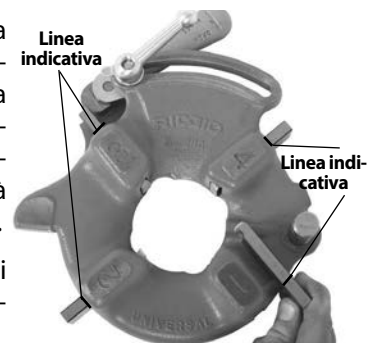

Figura 8 – Inserimento dei pettini
4. Sollevare la linguetta della rondella facendola fuoriuscire dalla fessura nella barra graduata. Spostare la rondella fino all'estremità della fessura (Figura 8).
6. Inserire gli opportuni pettini nella testa portapettini con il margine numerato rivolto verso l'alto, fino a quando la linea dell'indicatore sarà a pari con il margine della testa portapettini (vedere Figura 8). I numeri sui pettini devono corrispondere ai